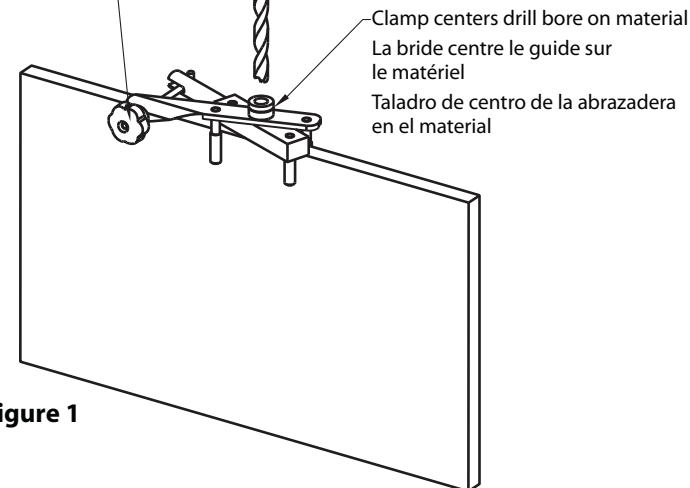

Figure 1
1. Place bore guide on .75" or larger material (not recommended for 18mm material) and tighten clamp to secure. (Figure 1)
1. Mettre le guide de perçage sur un matériau de 19mm (0.75 po) ou plus d'épaisseur (pas recommandé pour un matériau de 18mm) et serrer le serre-joint afin de le fixer. (Figure 1)
1. Ponga la guía de taladrado sobre un tablero que tenga un grosor de 0,75 pulg. o más (no se recomienda un grosor de 18 mm) y apriétela bien. (Figure 1)